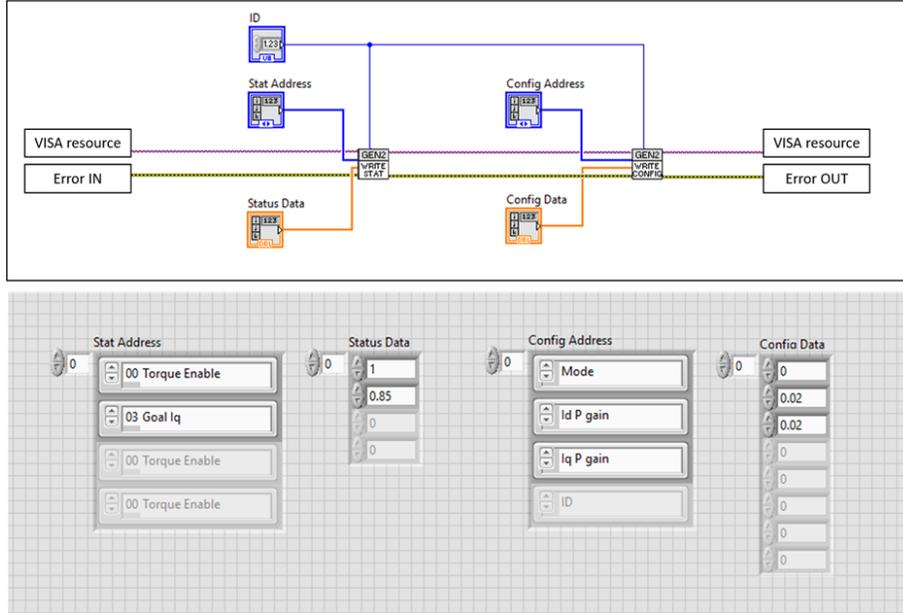

图 15: 数据写入
- 2) **数据写入**您可以分别使用 Write_Config 和 Write_Stat 这两个 subVI 来对支持的配置寄存器和状态寄存器进行数据写入，如图15所示。